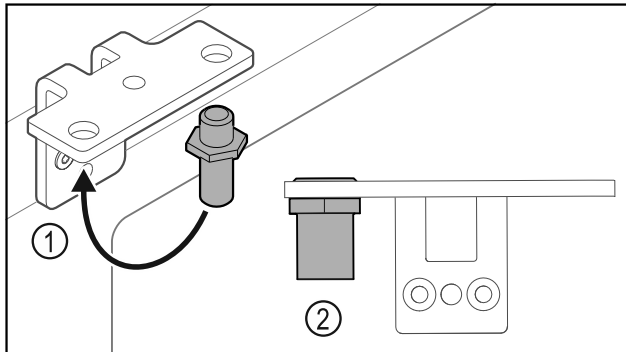

Fig. 27
- ▶ Perkelkite kaištį Fig. 27 (1) šarnyriniame kampuočiuje.
- ▶ Priveržkite kaištį Fig. 27 (2) **12 Nm** sukimo momentu.